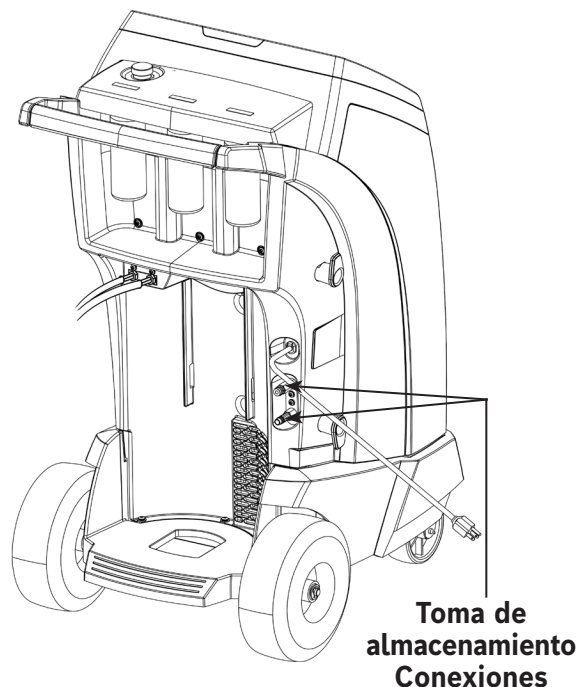

Figura 6
2. Conecte las mangueras de servicio a las conexiones de las tomas de almacenamiento de la máquina como se muestra en la Figura 6.